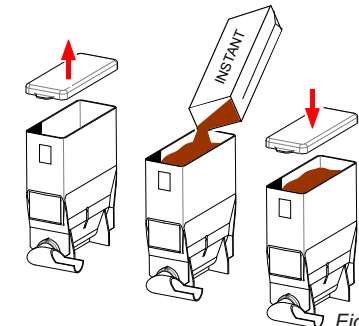

Fig. 26
2. Vul de canister(s) met het juiste product (fig. 26).